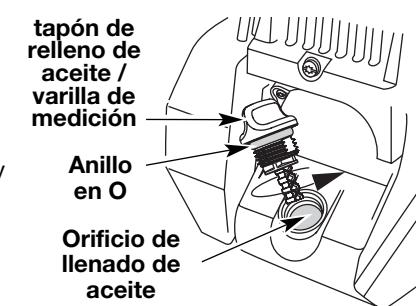

Fig. 29
- Si el nivel está bajo, agregue una pequeña cantidad de aceite en el orificio de llenado de aceite y vuelva a medir (Fig. 29).
NOTA: Verifique que el anillo en O esté en su lugar en el tapón de relleno de aceite / varilla de medición cuando mida y cambie el aceite (Fig. 29).